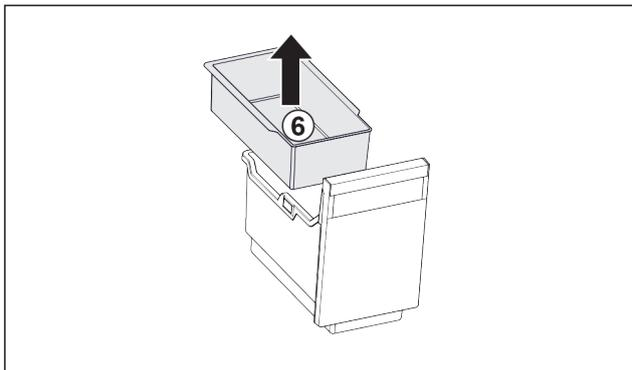

Fig. 42
- ▶ Einhängeschale Fig. 42 (6) entnehmen.